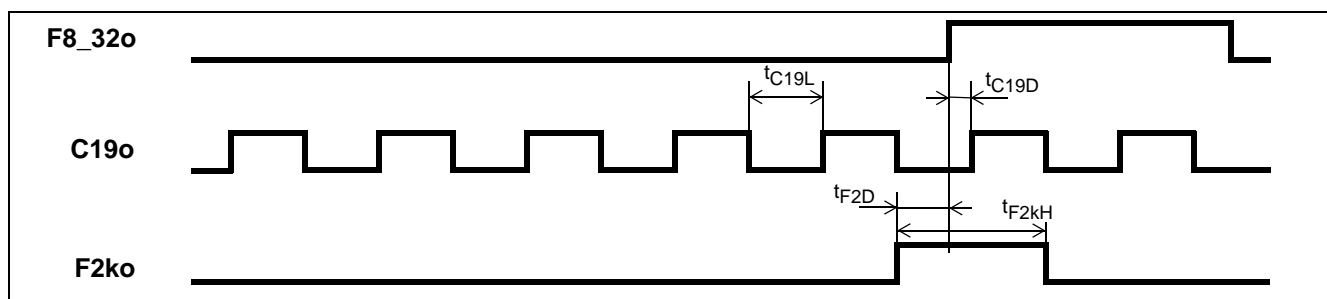

**Figure 26 - DS1 Output Timing Referenced to F8/F32o**
**AC Electrical Characteristics\* - DS1 output timing (see Figure 26).**